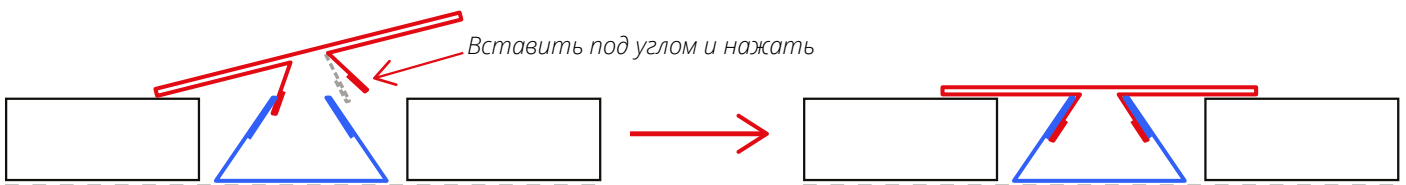

Рис. 16
- После монтажа панелей зафиксируйте Планку стыковочную составную верхнюю **4** на нижней по аналогии с Внутренним углом (Рис. 16).